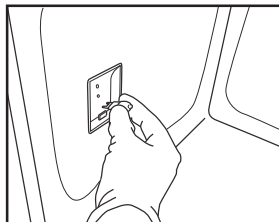

Fig. 8
4. Skift pæren ud (se bemærkningen angående type) (fig. 8).